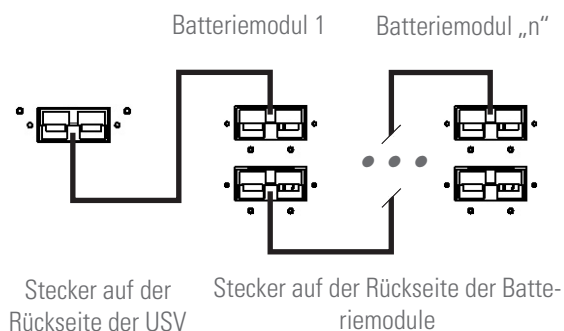

Abb. 18. Beispiel eines Anschlusses einer USV an Batteriemodulen mittels Stecker.
- Der Anschluss der USV an das Batteriemodul erfolgt über den mitgelieferten Kabelschlauch, indem zuerst eines der Enden an die Klemmen oder den Stecker der USV und das andere Ende an die Klemmen oder den Stecker des Batteriemoduls angeschlossen wird. Als Beispiel siehe Abb. 18.